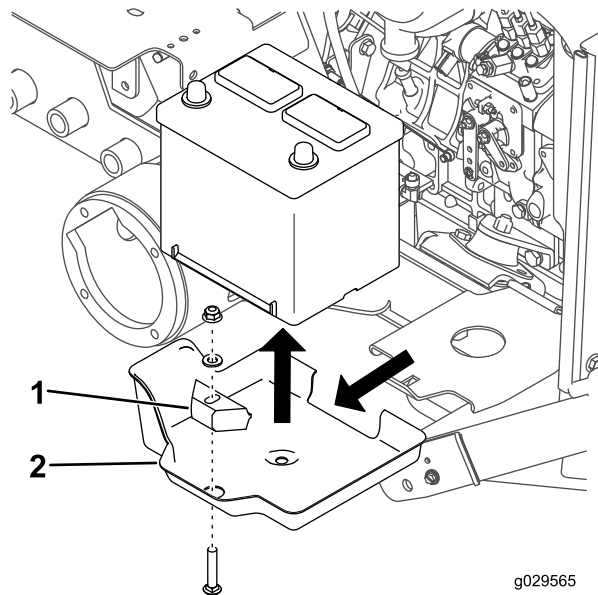

図 8
- バッテリーを固定しているキャリッジボルト、ワッシャ、バッテリー押さえ、ナットを取り外す 図 8。
- バッテリートレイからバッテリーを取り出す 図 8。
- バッテリートレイからバッテリートレイを取り出す 図 8。